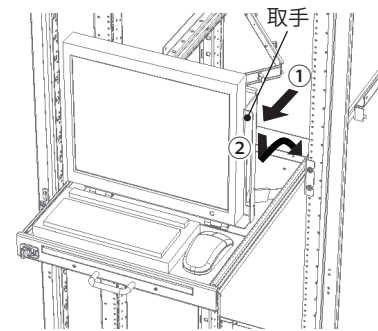

図 16
2. 再度取手を手前に引いて、そのまま奥へゆっくり倒して収納してください。(図 16)